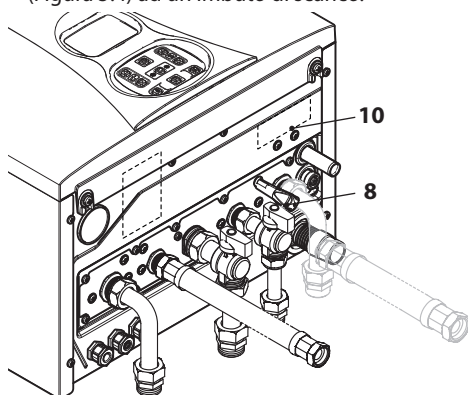

Figura 5.4
- Collegare lo scarico della valvola di sicurezza 10 (Figura 5.4) ad un imbuto di scarico.
- Inserire il tubo flessibile di scarico condensa 8 (Figura 5.4) all'interno del condotto di scarico condensa domestico o nell'imbuto di scarico della valvola di sicurezza, qualora lo scarico sia idoneo a ricevere condensa acida.